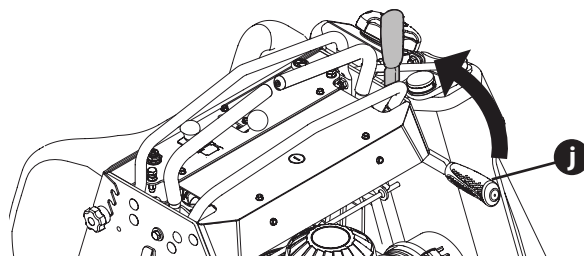

Figura 3
6. Para aplicar el freno de mano, tire hacia atrás completamente de la palanca del freno de mano (j) (Figura 3).